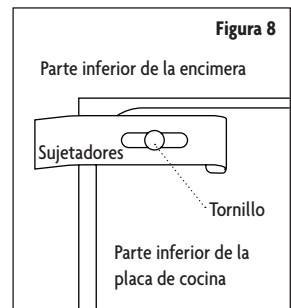

Figura 8
6. Asegure la placa de cocina desde debajo con los sujetadores provistos y los tornillos. (Consulte la Figura 8).